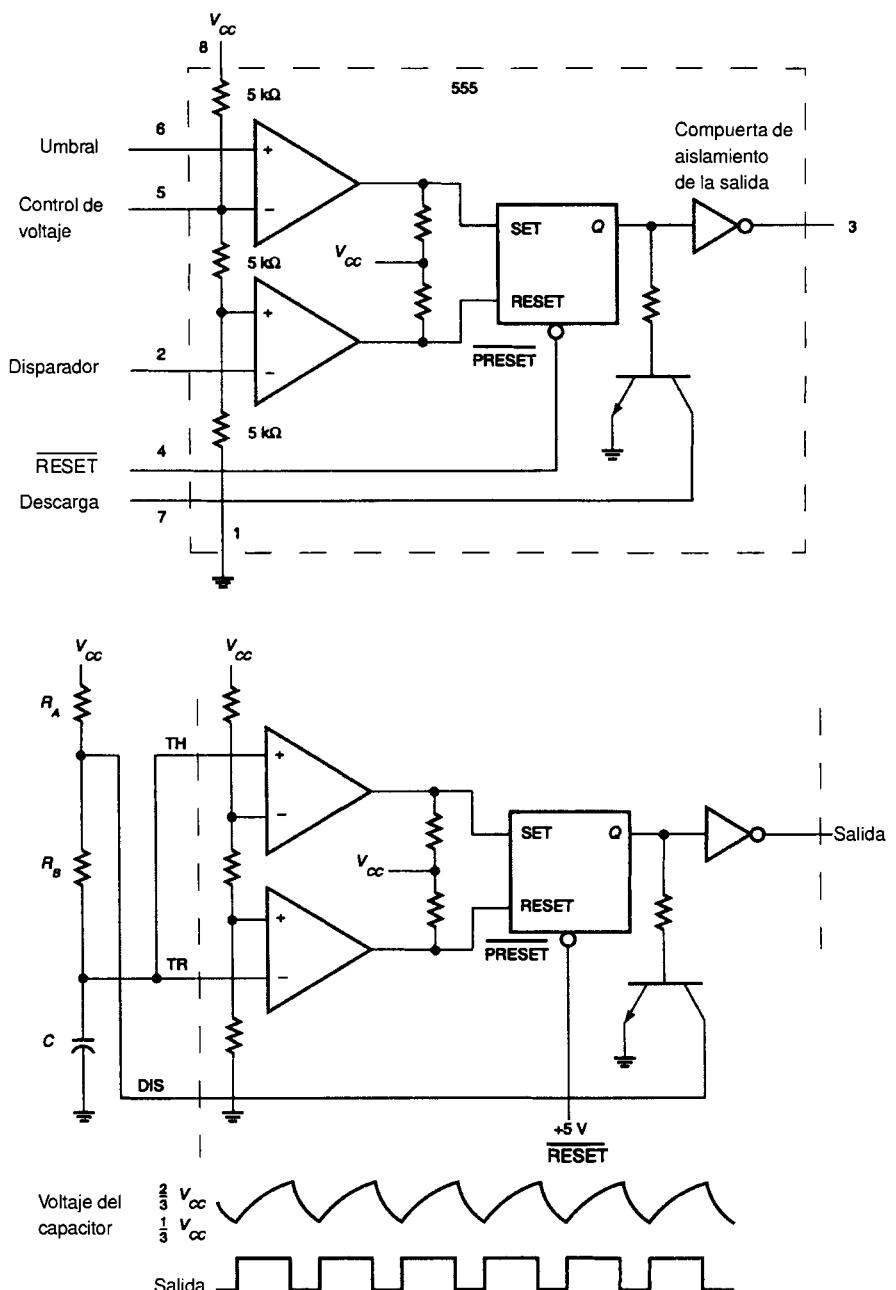

FIGURA 11-8 Temporizador 555 configurado como reloj
El 555 utiliza dos comparadores de este tipo para inicializar y reinicializar un flip-flop. La figura 11-8 presenta un CI 555 configurado para construir con él un reloj. El voltaje de referencia para los comparadores está dado por un divisor de voltaje formado por tres resistores de $5\text{ k}\Omega$, de aquí el nombre del CI, 555. Este divisor de voltaje aplica $1/3$ del voltaje de alimentación a la entrada positiva del comparador inferior, y $2/3$ del voltaje de alimentación a la entrada negativa del comparador superior. La entrada negativa del comparador inferior recibe el nombre de disparador, mientras que la entrada positiva del comparador superior es el umbral.
El 555 oscila o se convierte en un reloj si se conecta, como se muestra en la figura 11-8, un circuito con resistores y capacitor entre las terminales de umbral, disparo y descarga. Cuando el flip-flop es reinicializado al estado 0, la terminal de descarga se encuentra en el estado de alta impedancia, lo que permite que el capacitor se cargue a través de R_A y R_B . Cuando el voltaje en el capacitor alcanza un valor un poco mayor que $2/3 V_{cc}$, el flip-flop cambia de estado a un 1 lógico. Lo anterior hace que el transistor de descarga se active, con lo que el capacitor comienza a descargarse a través de
R_B y el transistor de descarga, hasta que el voltaje alcance un valor un poco menor que $1/3 V_{CC}$. En ese momento, el flip-flop es reinicializado y todo el ciclo comienza otra vez. La figura 11-8 también muestra la forma de onda para el reloj 555. Recuérdese que la salida del 555 es el complemento de la salida Q del flip-flop.
La expresión anterior es la fórmula para la frecuencia del reloj de la figura 11-8 construido con el temporizador 555.
Ejemplo: ¿Cuál debe ser el valor del resistor para construir un oscilador con un 555 utilizando el circuito de la figura 11-8? La frecuencia deseada es de 1 kHz y el capacitor es de 0.1 uF. El resistor A es igual al resistor B.
Emplee el circuito de la figura 11-8 pero desconecte la terminal *DIS* del circuito de temporización *RC*. Esto impedirá que el 555 oscile. Cuando se quita la energía eléctrica, el capacitor se descarga a través de la resistencia del resistor en el circuito de temporización *RC*. Al aplicar energía eléctrica, el capacitor comienza a cargarse, pero el relevador no será energizado debido a que la salida del 555 tiene el nivel ALTO. Cuando el voltaje en el capacitor alcanza $2/3$ del voltaje de alimentación, la salida va al nivel BAJO, energizando el relevador. Este es un circuito común empleado para retardar el arranque de motores grandes hasta que el sistema de potencia entre completamente en operación.
1. Si R_A y R_B son de $1 \text{ k}\Omega$, ¿cuál será el valor del capacitor necesario para producir una frecuencia de 1500 Hz en el circuito de reloj construido con el 555 de la figura 11-8?
2. Encuentre la frecuencia de operación del temporizador 555 cuando éste se alambre como se muestra en la figura 11-8. Utilice los siguientes valores para los componentes. [4]
11. Deduzca la fórmula para la frecuencia del reloj con temporizador 555 de la figura 11-8 si se coloca un resistor de $5\text{ k}\Omega$ entre la terminal de control de voltaje y tierra. [4]